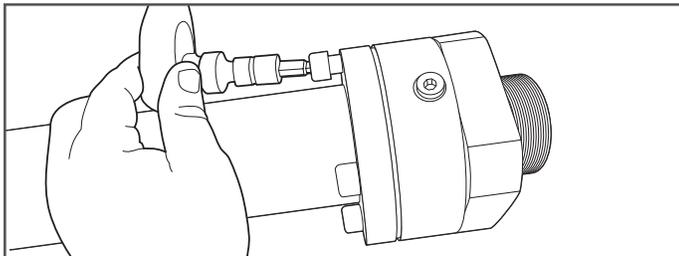

Figura 8-1
1. Afloje los tornillos con cabeza con un trinquete y un destornillador hexagonal de tamaño adecuado. (Figura 8-1).